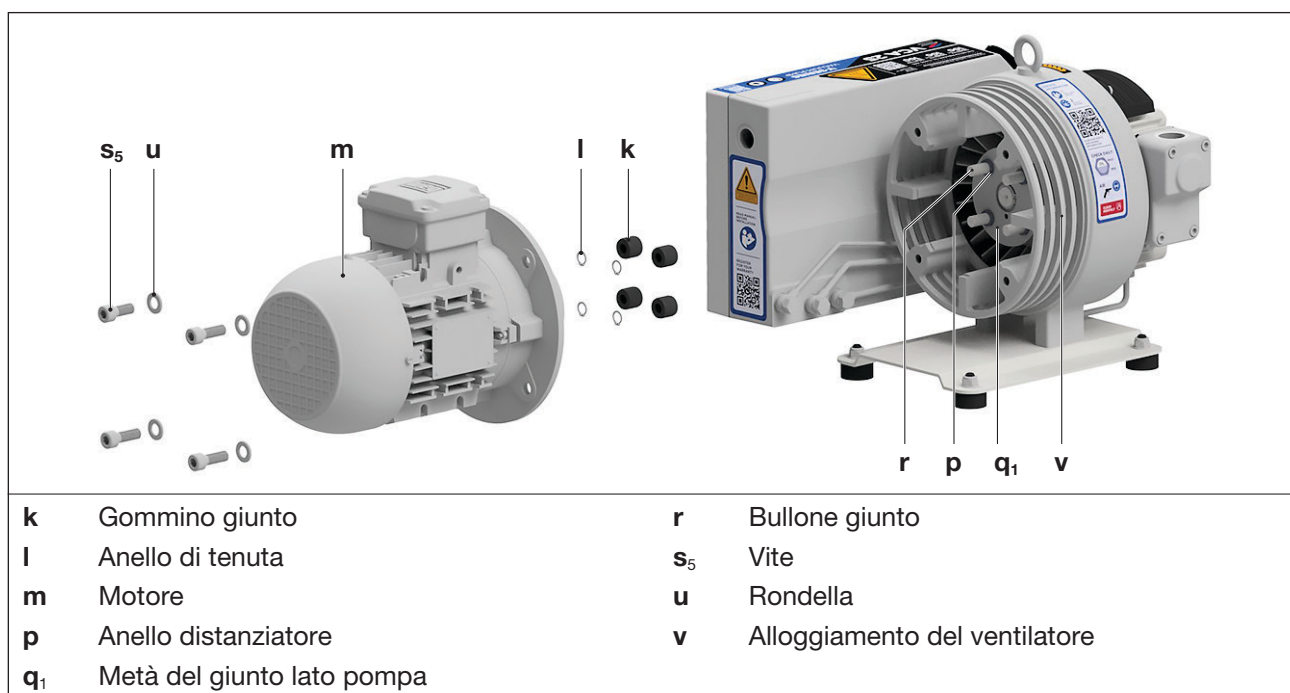

Fig. 9 Giunto
- c) Allentare le viti (Fig. 9/s5) della flangia motore (Fig. 9/n).
- d) Estrarre il motore (Fig. 9/m) con il semigiunto lato motore in modo assiale dall'alloggiamento della ventola (Fig. 9/v).
- e) Controllare che i gommini del giunto (Fig. 9/k) non siano danneggiati e usurati e, se necessario, sostituirli.
A tal fine, rimuovere gli anelli di sicurezza (Fig. 9/l) e i gommini del giunto usurati (Fig. 9/k) dai perni di accoppiamento (Fig. 9/r) e far scorrere i nuovi gommini del giunto con gli anelli di sicurezza sui perni di accoppiamento. Lasciare gli anelli distanziatori (Fig. 9/p) sui perni di accoppiamento.
- f) Applicare il motore con la metà del giunto lato motore in senso assiale e fissarlo all'alloggiamento della ventola (Fig. 9/v) con le viti (Fig. 9/s5). Coppia: 50 Nm Prestare attenzione alla posizione del giunto, i perni di accoppiamento del giunto sul lato pompa devono trovarsi nei fori del giunto sul lato motore, altrimenti il motore non può essere montato.